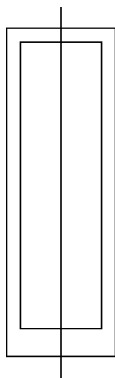
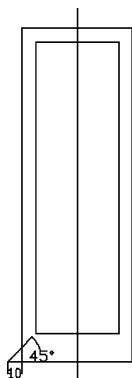

图 15-117 绘制矩形和中心线
图 15-118 绘制斜直线和水平直线
(1) 单击“默认”选项卡“绘图”面板中的“矩形”按钮，绘制两个矩形，大矩形的尺寸为 80×320 ，小矩形的尺寸为 70×280 。
(2) 单击“默认”选项卡“绘图”面板中的“直线”按钮，绘制一条中心线，结果如图 15-117 所示；重复“直线”命令，在左下角绘制一条斜线和一条水平线，绘制的位置及尺寸如图 15-118 所示。